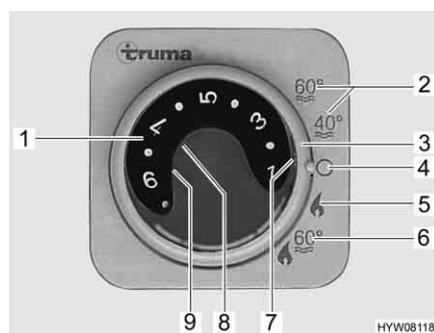

Fig. 88 Centralina di controllo per riscaldamento/boiler
- Impostare la modalità di funzionamento tramite l'interruttore girevole (Fig. 88,3).
A seconda della temperatura ambiente desiderata, il riscaldamento seleziona automaticamente il livello del bruciatore necessario. Al raggiungimento della temperatura ambiente desiderata, il bruciatore si spegne. Durante la modalità di funzionamento "Riscaldamento e boiler" (Fig. 88,6) è riscaldata anche l'acqua nel boiler. Nella modalità di funzionamento "Riscaldamento senza boiler" (Fig. 88,5) è possibile far funzionare il riscaldamento con il boiler vuoto.
- Impostare la manopola della temperatura (Fig. 88,1) sulla centralina di controllo scegliendo la potenza desiderata.
- Posizionare l'interruttore girevole (Fig. 88,3) su funzionamento invernale "Riscaldamento senza boiler" (Fig. 88,5) o "Riscaldamento e boiler" (Fig. 88,6).
Si accende la spia verde di controllo (Fig. 88,7).
- Posizionare l'interruttore girevole (Fig. 88,3) su "O" (Fig. 88,4).